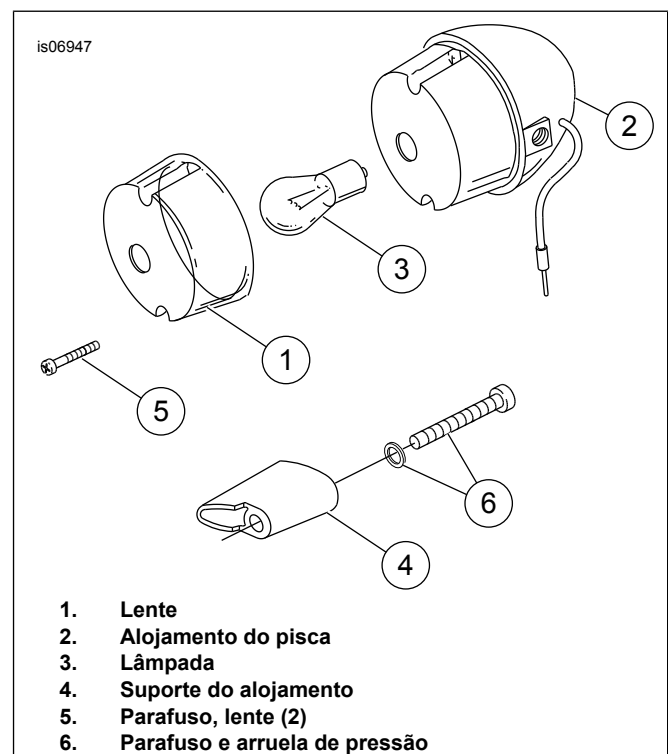

Figura 1. Remova a haste
1. Veja Figura 1. Remova a lente (1) do alojamento do pisca traseiro (2). Remova a lâmpada (3) do soquete do alojamento do pisca.